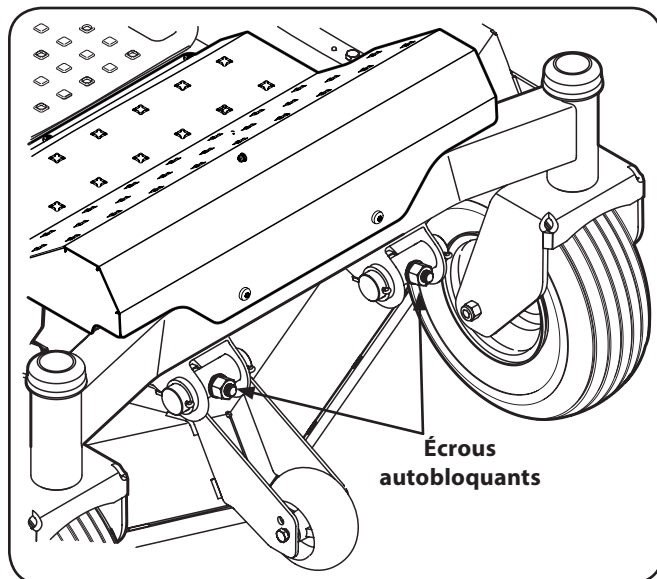

Figure 6-7
- À l'aide d'une clé, tournez l'écrou autobloquant sur la tige de relevage avant pour relever ou abaisser l'avant du plateau de coupe. Voir Figure 6-7.